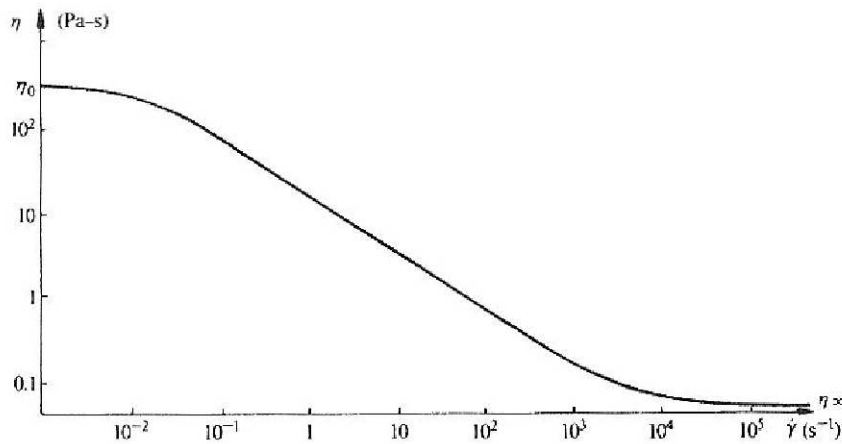

FIG. 1: Viscosité de cisaillement  $\eta(\dot{\gamma})$  d’un fluide non-Newtonien
La caractérisation en rhéométrie de cisaillement simple donne les résultats suivants (FIG. 1)
- 5) Quels sont les valeurs des paramètres que l’on peut déterminer à partir de la FIG. 1 ? Donner des valeurs approchées de  $\eta_0$ ,  $\eta_\infty$ ,  $\lambda$ ,  $a$ ,  $n$ .